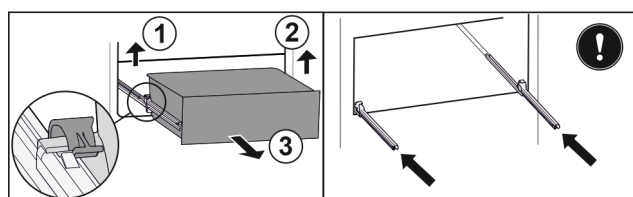

Fig. 153
- Ridicați clema din stânga și trageți concomitent sertarul din stânga spre înainte. Fig. 153 (1)
- Ridicați clema din dreapta și trageți concomitent sertarul din dreapta spre înainte. Fig. 153 (2)
- Extrageți sertarul spre înainte. Fig. 153 (3)